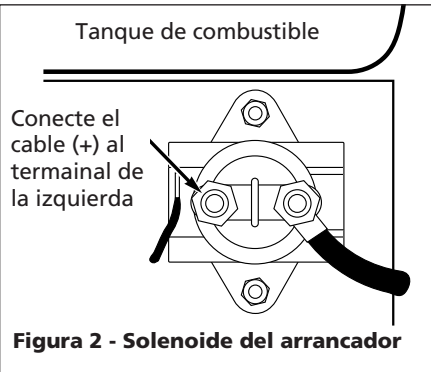

Figura 2 - Solenoide del arrancador
3. Conecte el cable positivo (rojo) de la batería al terminal izquierdo y colóquelo la tuerca de 6,4 mm (1/4"). Después de apretarla con la mano, déle otra vuelta completa (Vea la Figura 2).